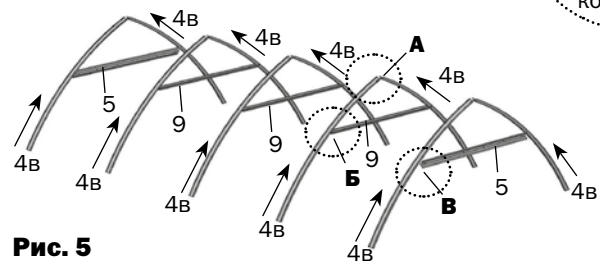

Рис. 5
2. Выполняйте сборку в соответствии с фотографиями этапов сборки и узлов, представленными на **рис. 5...12**. На рисунках показана сборка теплицы длиной 4 м. Необходимая длина теплицы достигается путем добора соответствующих деталей из пакета(ов) «Вставка». Для соединения деталей используются винты М5х10.